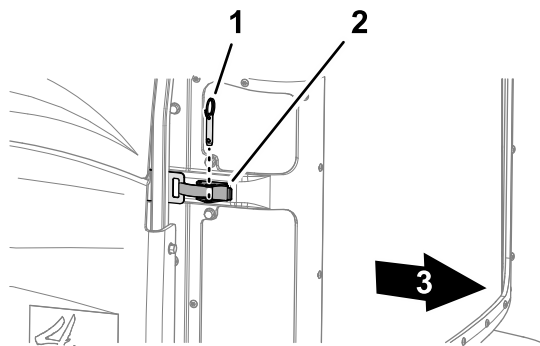

Figura 63
2. Rimuovete il perno a sfera dal fermo della griglia (Figura 63).